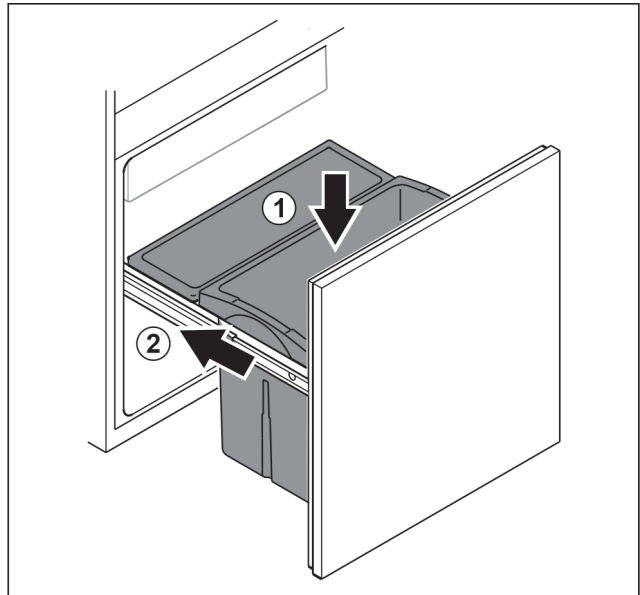

Fig. 99
- ▶ Вставьте выдвижной ящик сверху. Fig. 99 (1)
- ▶ Вставьте выдвижную тележку. Fig. 99 (2)